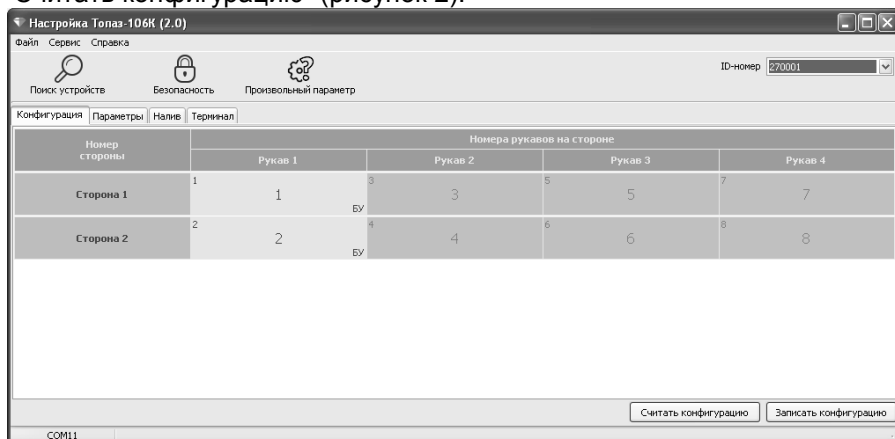

Рисунок 2
7.2 На вкладке "Конфигурация" производится настройка сетевых адресов и режимов работы рукавов устройства по их ID-номерам. Для настройки необходимо считать параметры из устройства кнопкой "Считать конфигурацию" (рисунок 2).